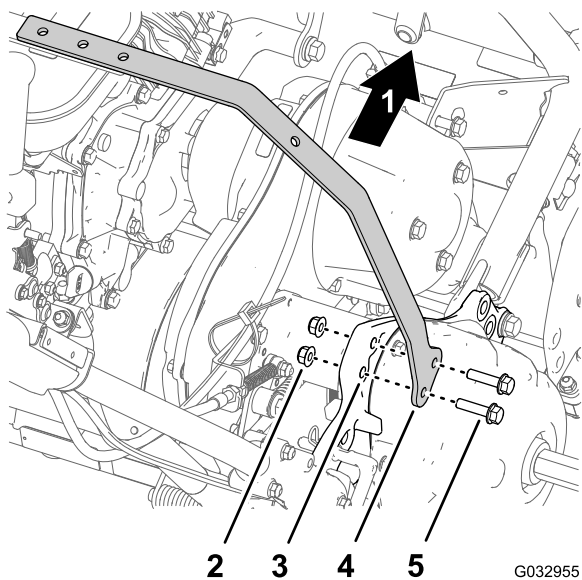

图5
3. 将右灯条带上的 2 个孔与右侧板上的 2 个 9.5mm 孔对准（图5）。
4. 用 2 个凸缘头螺栓 (3/8 x 1-1/4 英寸) 和 2 个凸缘锁紧螺母 (3/8 英寸) 将右灯条带安装到右侧板上 (图5)。